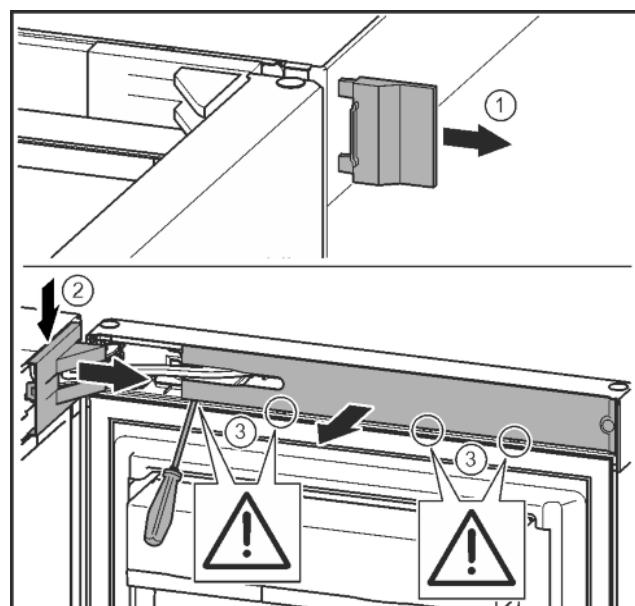

Fig. 12
- Skinite vanjski pokrov. Fig. 12 (1)
- Otkopčajte i otpustite pokrov podloška ležaja. Skinite pokrov podloška ležaja. Fig. 12 (2)
- Odvijačem s prorezom otkopčajte masku i zakrenite je u stranu. Fig. 12 (3)